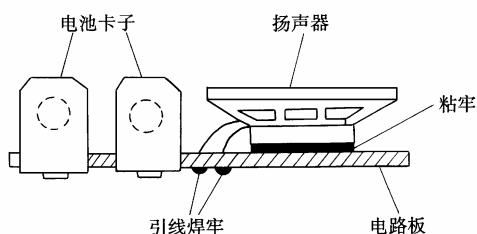

图 3-13
(13) 选用直径 25mm 的微型扬声器, 用玻璃胶将其直接粘牢在电路板非铜箔面的相应位置上, 其引线 (不分正、负) 从相应的孔中穿至铜箔面焊牢(见图 3-13)。